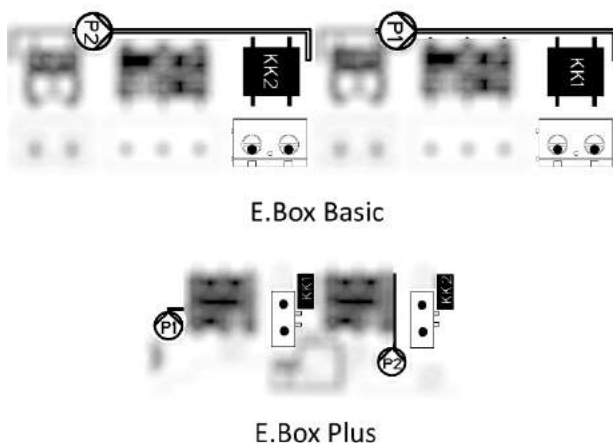

Figura 45: Ingressi protezione termica KK
- **Protezione termica Motori:** il dispositivo possiede un ingresso per la protezione termica di ogni motore. Se il motore utilizzato è provvisto di protezione termica, si può collegare tale protezione ai morsetti KK. Se la protezione non è presente nel motore i morsetti devono essere ponticellati. O morsetti sono mostrati in Figura 45.